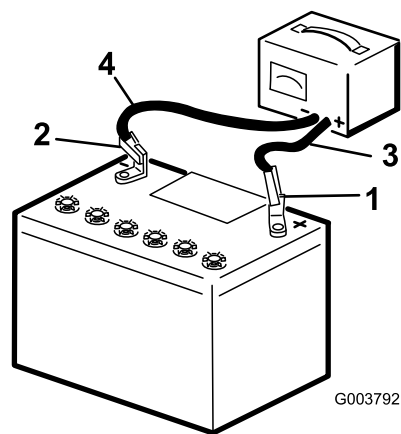

図 44
2. 3-4 Aで4-8 時間充電する 図 44。充電しすぎないように注意すること。
3. 充電が終わったら、チャージャのプラグをコンセントから抜いてから、チャージャのリード線をバッテリー端子から外す 図 44。
1. 先ほど取り外したねじ類を再使用して、プラスケーブル赤いケーブルをバッテリーのプラス端子に取り付ける 図 44。
3. 先ほど取り外したねじ類を再使用して、マイナスケーブル黒いケーブルをバッテリーのマイナス-端子に取り付ける 図 44。
4. 押さえ棒と蝶ナットでバッテリーを固定する 図 44。